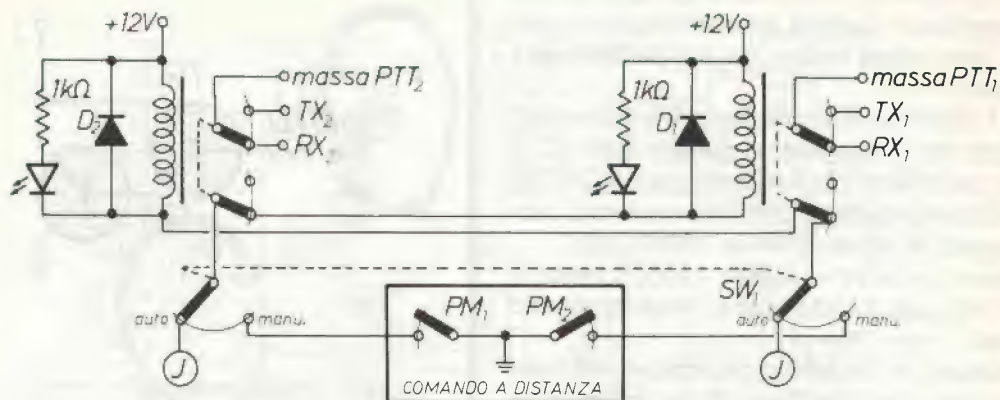

figura 4
I punti (J) vanno collegati come indicato nello schema di figura 4.